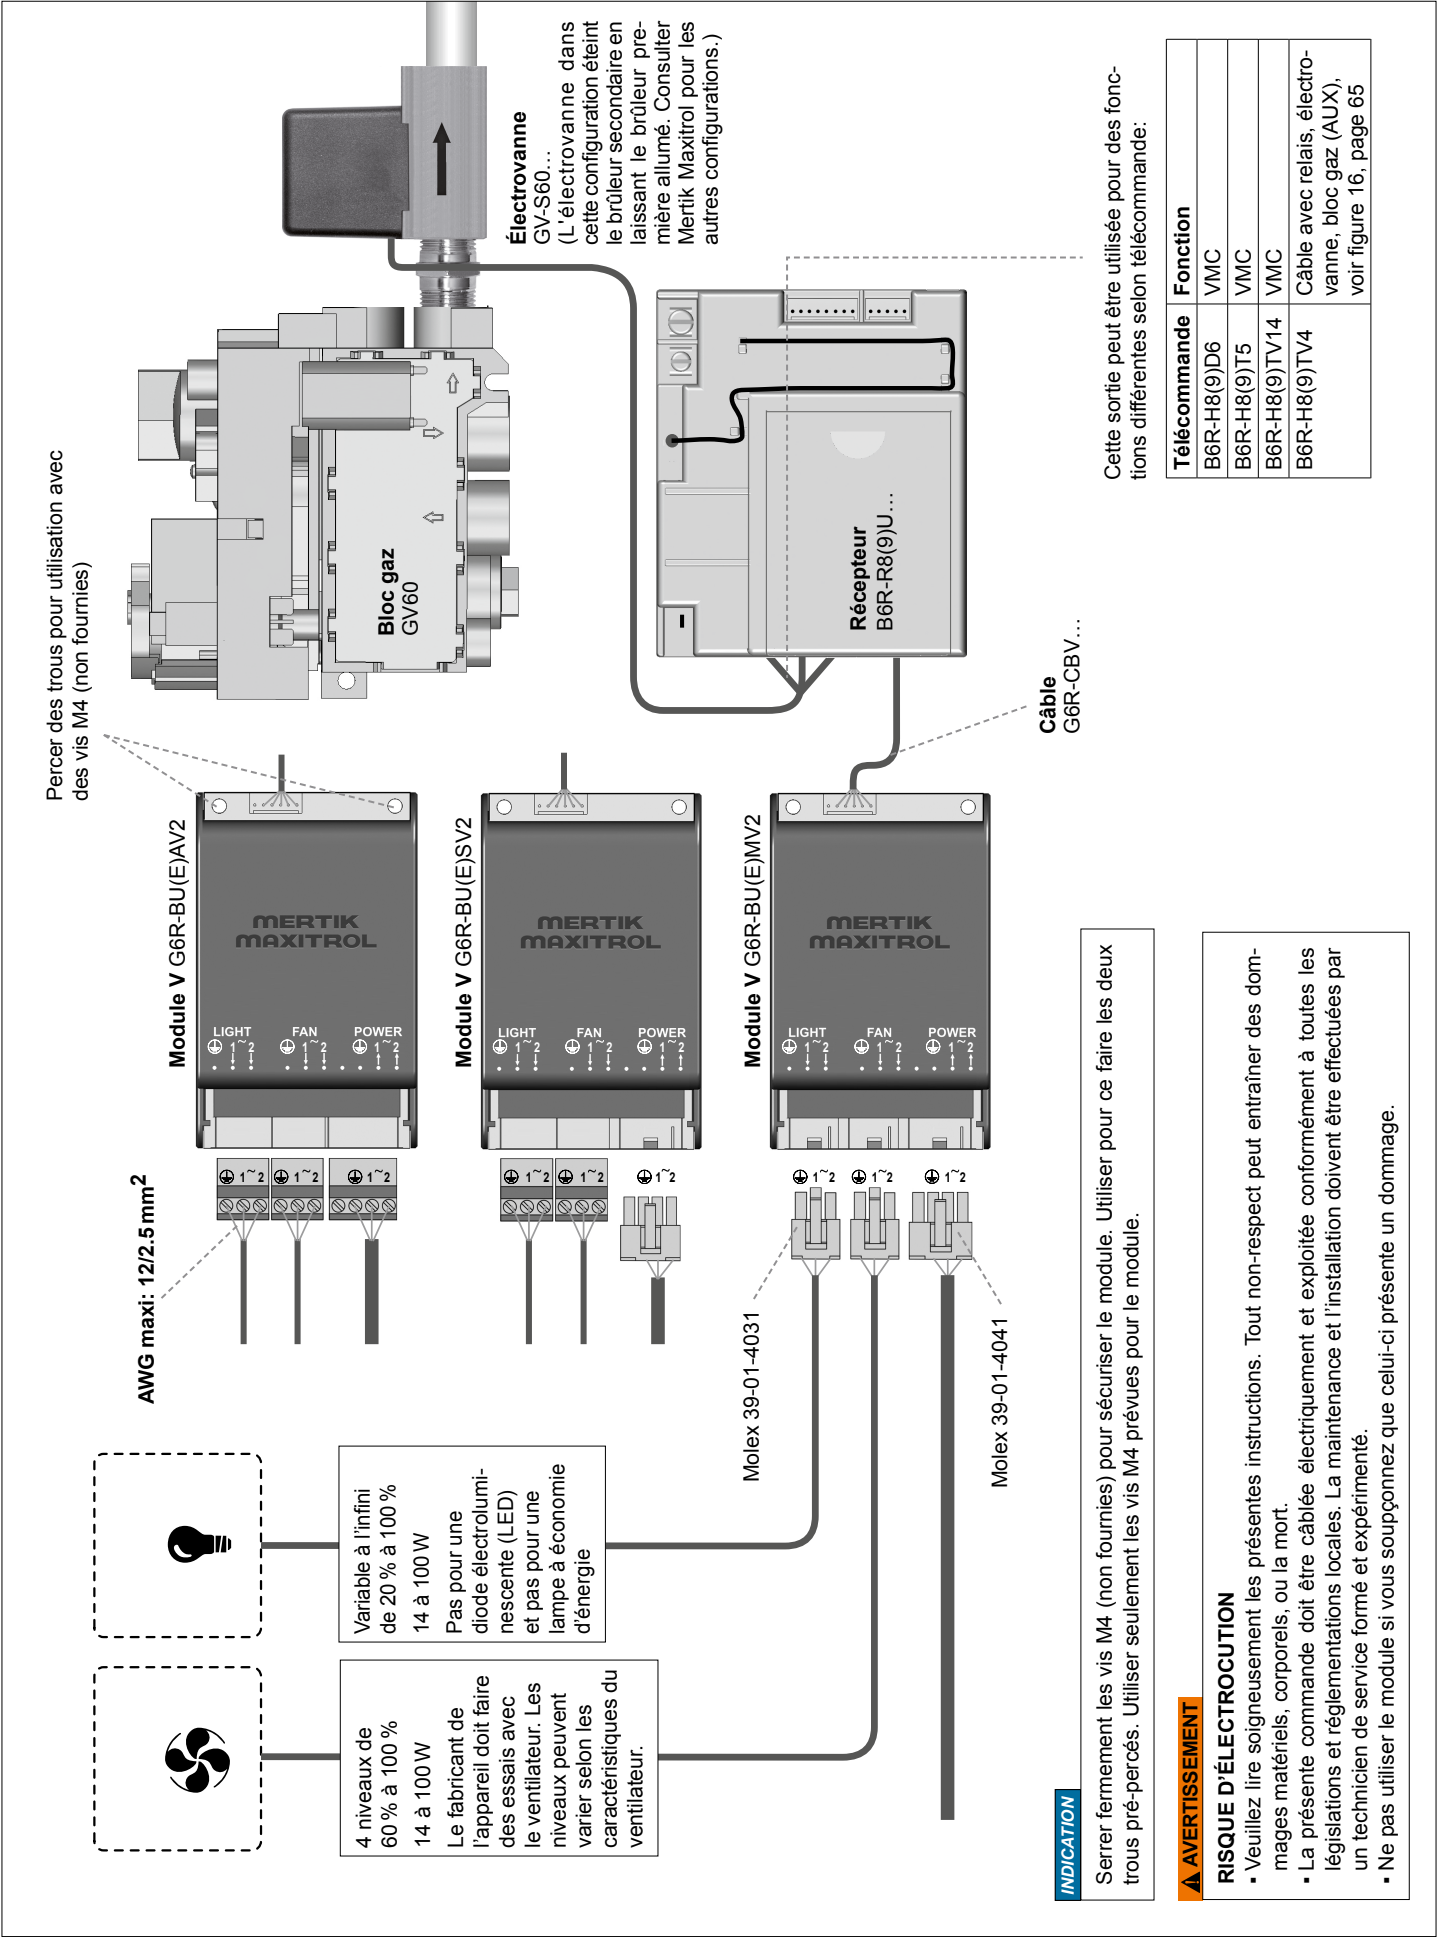

Figure 14
- Utiliser le cordon d'alimentation, le ventilateur et l'éclairage à connecteur Molex selon le schéma de connexion (voir figure 14, page 63), ou connecter les fils en plaçant les embouts de câble principaux sur les terminaux à vis branchables.
- Module V avec terminaux à vis: AWG maxi: 12/2,5 mm² (voir figure 14, page 63).
- Le régulateur de pression ou la soupape d'étranglement sont situés au-dessous du chapeau et ils sont accessibles en débranchant la fiche (voir les figures 14 et 16).